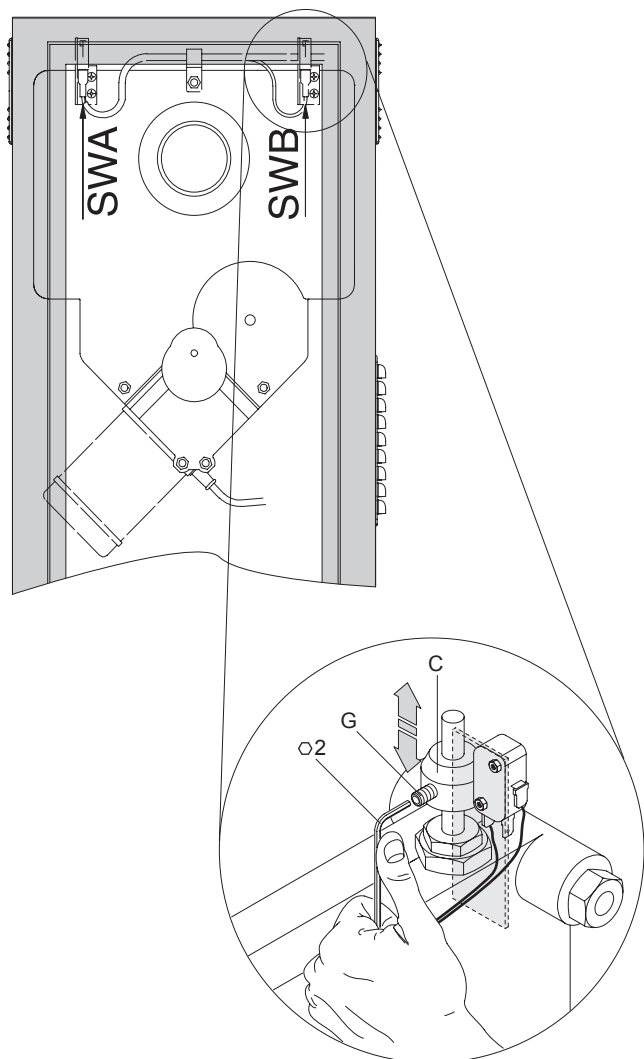

Fig. 14
16) аварийного сброса (рис.14).